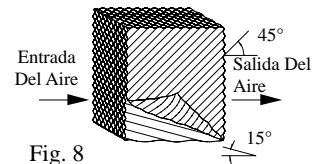

Fig. 8
**IMPORTANTE:** Para que el enfriador funcione lo mejor, debe instalar el medio evaporativo correctamente. Si usted ha comprado filtros con dos ángulos iguales, las instrucciones siguientes no serán provechosas para usted. Los filtros deben ser instalados con el ángulo más escarpado inclinándose por la entrada del aire (véase fig. 8).